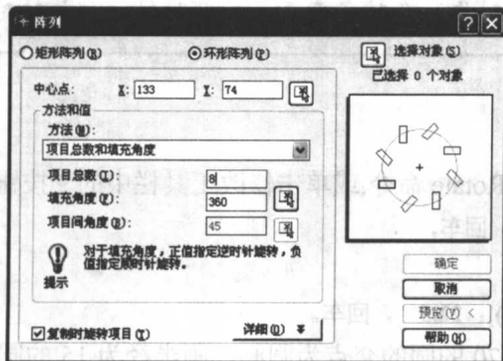

图 1—16 阵列对话框
(2) 单击“中心点”按钮, 然后捕捉绘图区域的圆心作为阵列的中心点; 系统再次弹出阵列对话框, 单击“选择对象”按钮, 选择需要阵列的直线和圆弧, 然后回车并在弹出的对话框中单击“确定”按钮, 效果如图 1—17 所示。